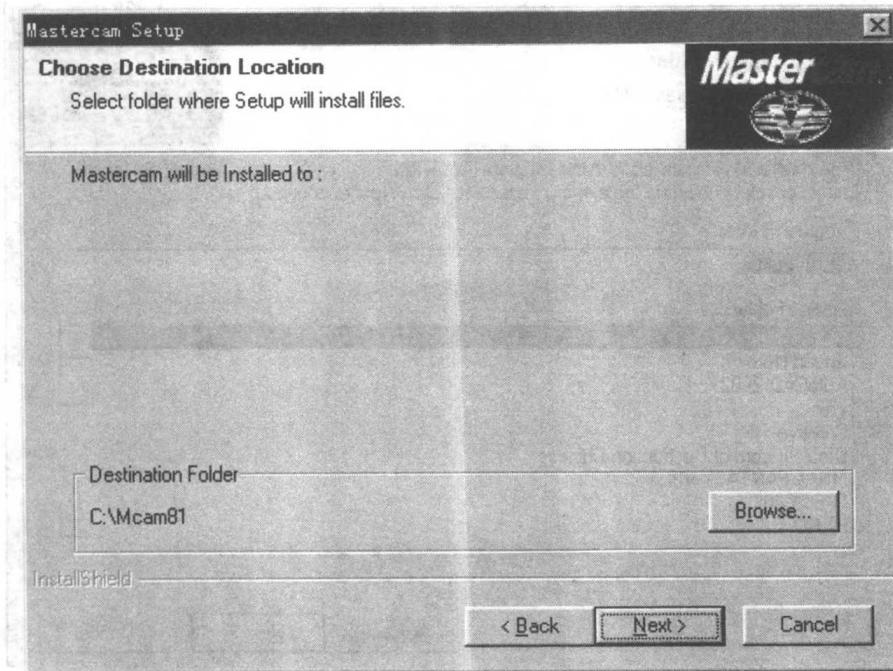

图1-4 选择安装地址
- 4) 如图 1-4 所示确认安装目录后选择【Next】指令，继续 Mastercam V8.1